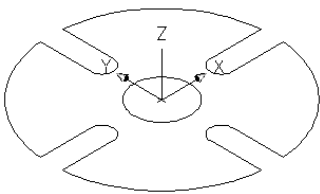

图 13-50 移动坐标系
- 06 在命令行输入“UCS”，重新定位坐标原点，结果如图 13-50 所示。